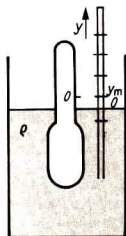

Bild 53
- 10.10 Ein Aräometer mit der Masse  $m$  und dem oberen Spindelquerschnitt  $A$  schwimmt, wie Bild 53 zeigt, in einer Flüssigkeit der Dichte  $\rho$ . Es wird um eine kleine Strecke von  $y = 0$  bis  $y = y_m$  angehoben und zum Zeitpunkt  $t = 0$  losgelassen. Danach schwingt es vertikal um die Ruhelage. Der Einfluß der Reibung und der Bewegung der Flüssigkeitsoberfläche kann vernachlässigt werden. Ermitteln Sie das Weg-Zeit-Gesetz und die Periodendauer der Bewegung. Begründen Sie qualitativ, wie sich das Weg-Zeit-Gesetz bei Berücksichtigung der Reibung ändert.